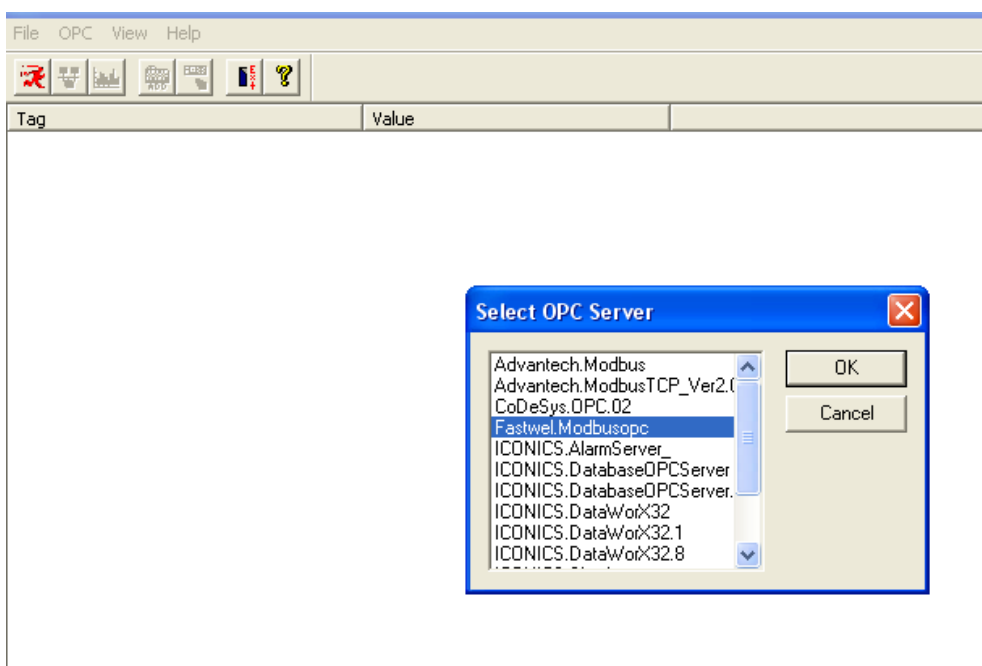

Рис.17. Модуль OPC Client – окно выбора сервера OPC
2.10.12. В открывшемся окне программы **Fastwel OPC Client** через меню выполнить команду **OPC-Connect** и выбрать сервер OPC с именем **Fastwel.Modbusopc** (рис. 17). Нажать **OK**.